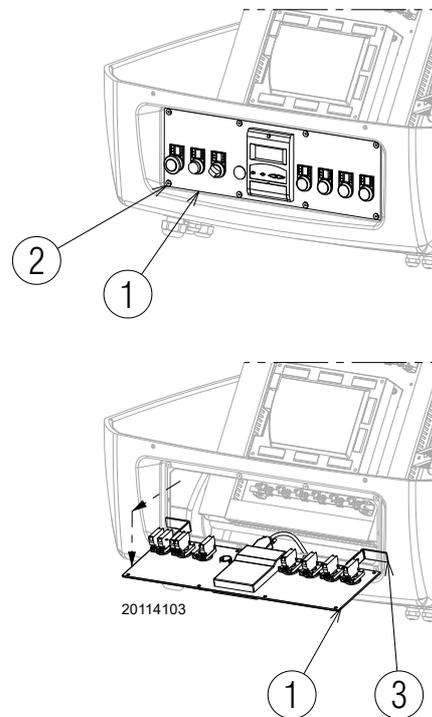

Abb. 45
- Ziehen Sie die Bedientafel 1) heraus und drehen Sie sie um 90°, hängen Sie sie dazu mit den entsprechenden Bügeln 3) im Profil der Schalttafel ein, wie aus Abb. 45 ersichtlich